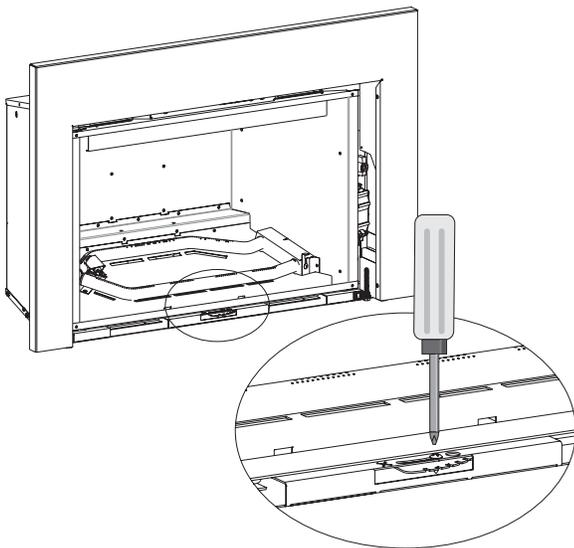

Figure 8 - Obturateur d'air du brûleur arrière
9. Desserrer la vis de l'obturateur d'air arrière et faire tourner la poignée vers la droite jusqu'à obtenir l'ouverture complète. Serrer la vis. **Voir Figures 8 et 9.**